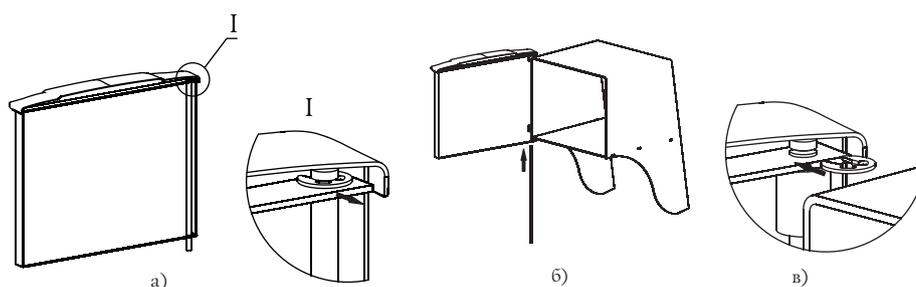

Рисунок 7. Установка дверцы при монтаже печи.
1. Извлеките ось из дверцы, предварительно сняв упорную быстросъемную шайбу, рисунок 7.а;
3. Вставьте ось через отверстия снизу вверх, с расположением канавки под шайбу в верхней части оси, рисунок 7.б;
4. Установите упорную быстросъемную шайбу в канавку на оси, рисунок 7.в